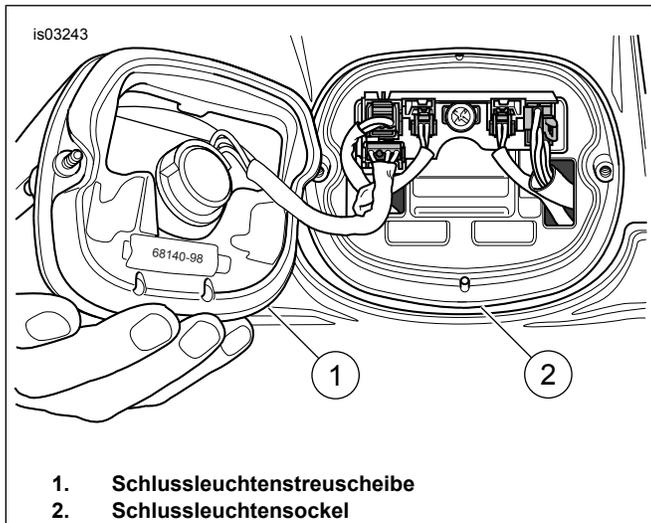

Abbildung 1. Schlussleuchtenstreuscheibe ausbauen
2. Siehe Abbildung 1. Die zwei Schrauben und die Schlussleuchtenstreuscheibe (1) vom Sockel (2) entfernen.
11. Siehe Abbildung 1. Die Schlussleuchtenstreuscheibe (1) mit zwei Schrauben auf der Fassung (2) anbringen.